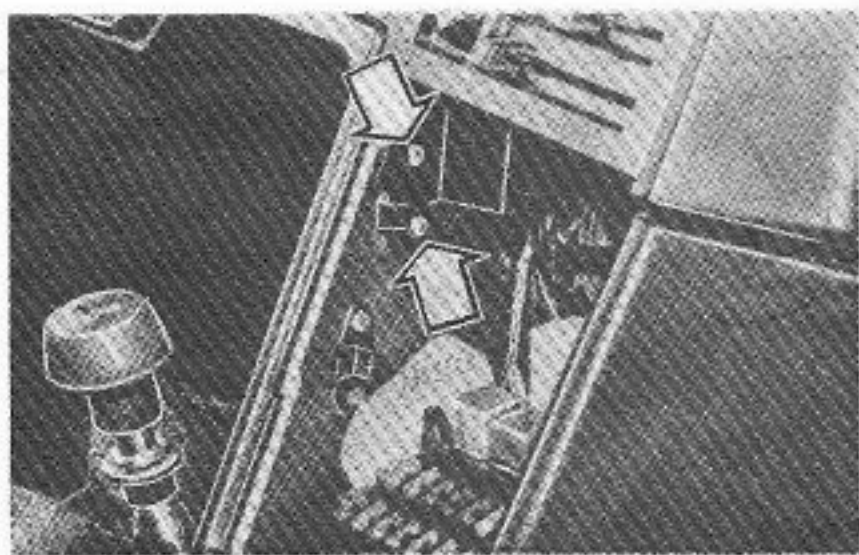

Рис. 8
• Выверните из консоли винты крепления и снимите боковые панели (рис. 8).